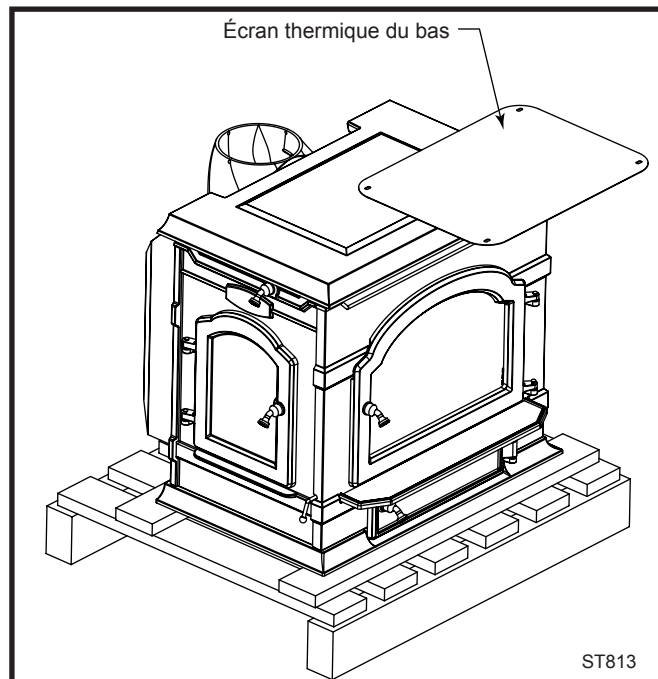

Fig. 24 Retirez la courroie maintenant le poêle à la palette et l'écran thermique de la partie supérieure du poêle.
1. Retirez la courroie maintenant le poêle à la palette et l'écran thermique inférieur fixé à la partie supérieure du poêle. (Fig. 24)